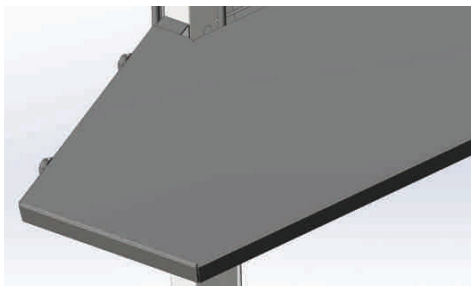

Рис. 19
6. установите подставку как показано на Рис. 19, наживите болты в отверстия, но не затягивайте их гайками;